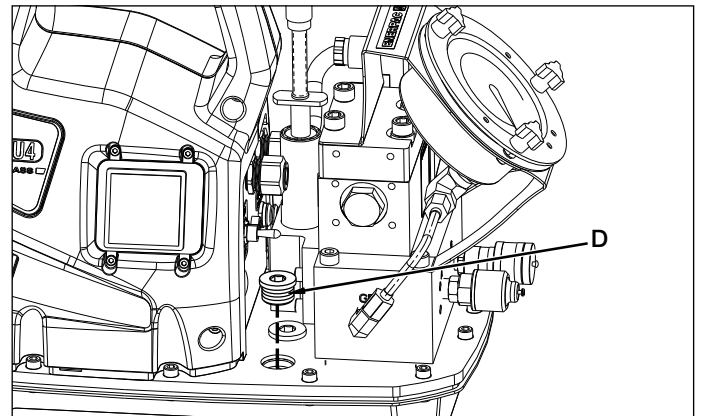
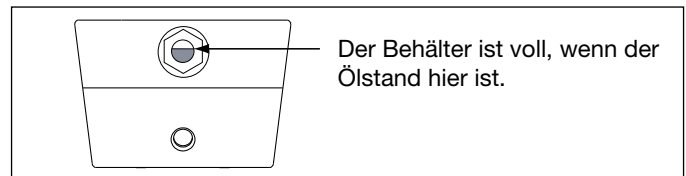

Abb. 3, Öleinfüllstopfen
Abb. 5, Sichtglas
In Abb. 3 finden Sie die Abmessungen für die Befestigung der Pumpe auf einer festen Fläche.
Überprüfen Sie den Ölstand der Pumpe vor dem Start. Geben Sie nötigenfalls Öl hinzu, indem Sie den Stopfen SAE Nr. 10 von der Abdeckplatte entfernen (siehe Abb. 3). Der Behälter ist voll, wenn der Ölstand dem in Abb. 5 entspricht.
2. (-Q) Pumpentyp für Enerpac S und W Drehmomentschlüssel und andere Marken: Verwenden Sie Schläuche, die mit „Enerpac THQ-700 series - 700 bar/10,000 psi max.“ gekennzeichnet sind. Für den ordnungsgemäßen Steckschlüsseinsatz müssen Kupplungen wie in Abb. 5 polarisiert sein. Stellen Sie vor Inbetriebnahme sicher, dass die Kupplungen vollständig eingerastet und angezogen sind. Teilweises Einrasten der Kupplungen verhindert ordnungsgemäßen Steckschlüsseinsatz.
Überprüfen Sie den Ölstand der Pumpe vor dem Starten und fügen Sie nötigenfalls Öl hinzu, nachdem Sie den Einfüllöffnungsstopfen entfernt haben. Siehe Abb. 3 und 5. Achten Sie immer darauf, dass der Drehmomentschlüssel vollständig zurückgezogen sind, bevor Sie Öl im Behälter hinzufügen.